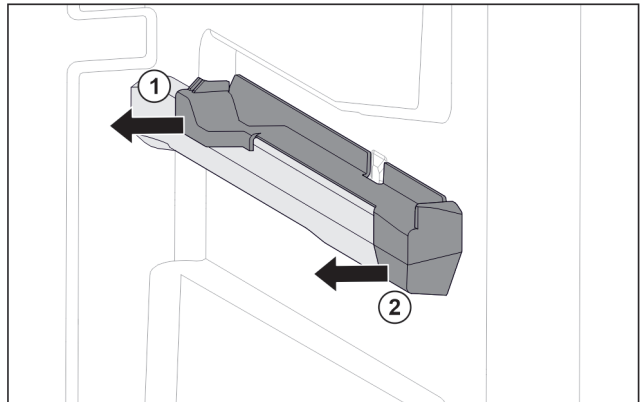

Fig. 153 Вставна частина на правому ребрі для резервуару
- ▶ Відсунути вставну частину назад вбік. Fig. 153 (1)
- ▶ Відсунути вставну частину вперед вбік. Fig. 153 (2)